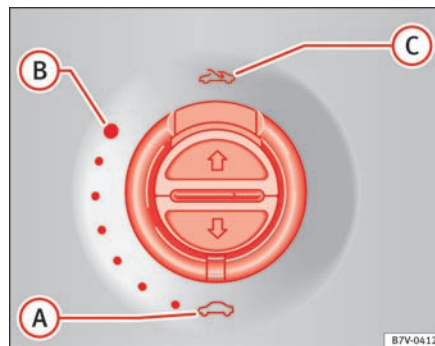

Fig. 58 I loftet: Sådan drejes kontakten for at åbne og lukke.
⇒ Fig. 58
- Kontakten ⇒ Fig. 58 skal befinde sig i lukket position .